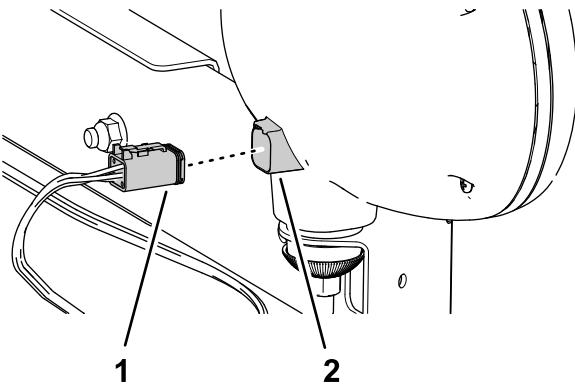

Bild 15
5. Stecken Sie den 6-Buchsen-Stecker, der mit RIGHT FRONT TURN/RUNNING LIGHT beschriftet ist und den 6-Buchsen-Stecker (RIGHT FRONT TURN/RUNNING LIGHT in die 6-Stift-Stecker der Arbeitsscheinwerfer (Bild 15).